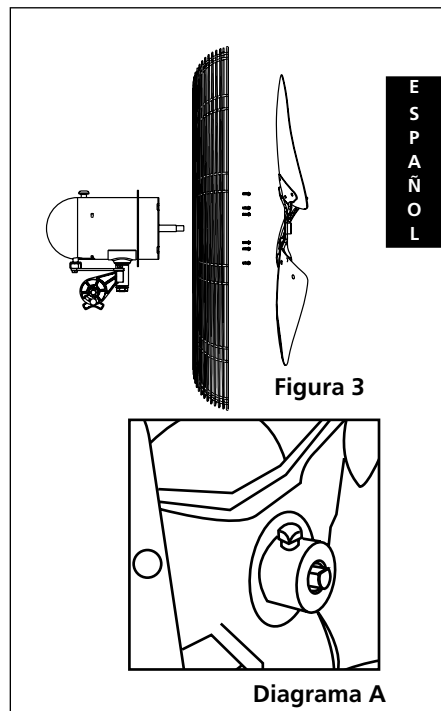

Figura 3
1. Instale la parrilla posterior en el motor, alineando los seis orificios de la parrilla con los seis orificios roscados de la brida de montaje del motor. Instale seis (6) tornillos hexagonales 10-32 X 5/16 pulg. a través de la parrilla posterior en la brida de montaje de la parrilla. Apriete firmemente los seis (6) tornillos. **(Figura 3)**